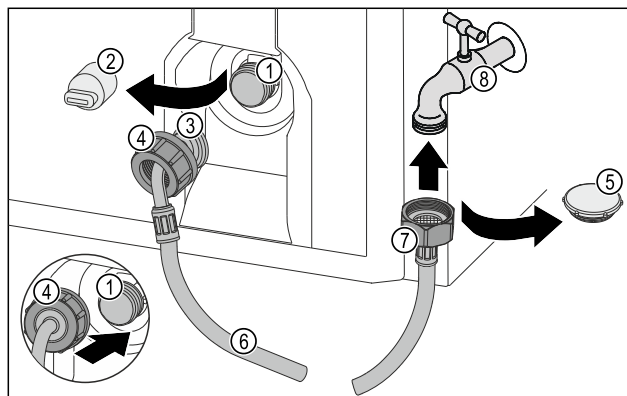

Fig. 15
- ▶ Odstranite zaporno loputo Fig. 15 (5).
- ▶ Ravni konec gibke cevi Fig. 15 (7) priključite na pipo za vodo Fig. 15 (8).
- ▶ Matico na ravnem koncu gibke cevi Fig. 15 (7) zategnite v smeri urnega kazalca.